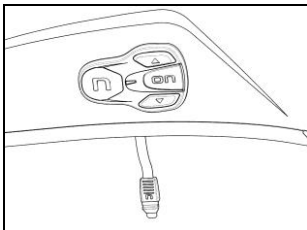

Fig. 27
- Coller le clavier sur la calotte puis appuyer sur toute la surface pour obtenir une adhérence parfaite (Fig. 27).